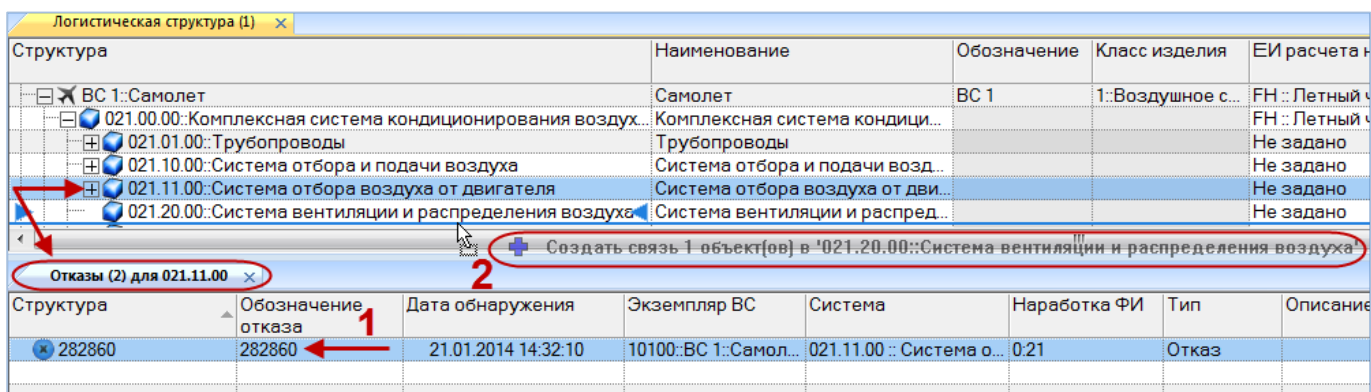

Рис. 13-276 – Переместить отказ на систему
3) Выбрать отказ в окне связанных объектов «Отказы» для выбранной системы (1 на рис. 13-276).
4) Переместить с помощью мыши отказ в рабочее окно «Логистическая структура» на систему – появится подсказка вида «+ Создать связь X объект(ов) в ...» (2 на рис. 13-276). Отпустить кнопку мыши.